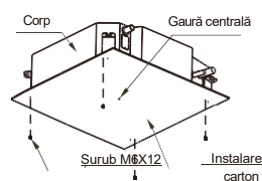

Fig.5-8
- 2 După instalarea corpului, fixați placa de carton de instalare pe ventiloconvector cu șuruburi (M6x12) pentru a determina în prealabil dimensiunile și pozițiile orificiilor din tavan. (vezi fig. 5-8)